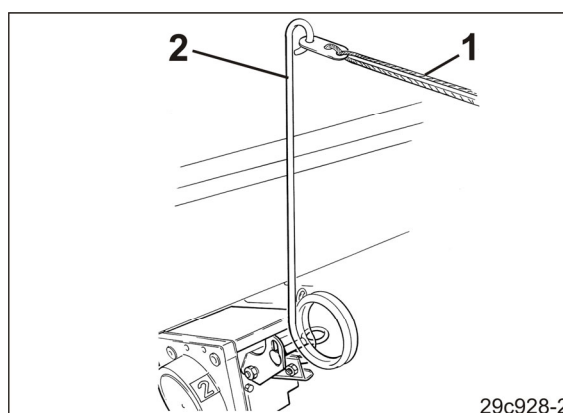

Fig. 125
13. Pozați cablul (Fig. 125/1) pentru acționarea manetei de comandă (Fig. 125/2) a cutiei de comutare (dacă există) în cabina tractorului.